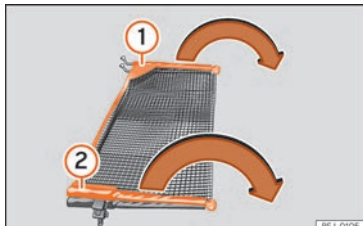

Abb. 166 Netztrennwand ausklappen.
Querstangen »» Abb. 166 ① und ② der Netztrennwand in Pfeilrichtung auseinanderklappen, bis ein „Klick“ zu hören ist.